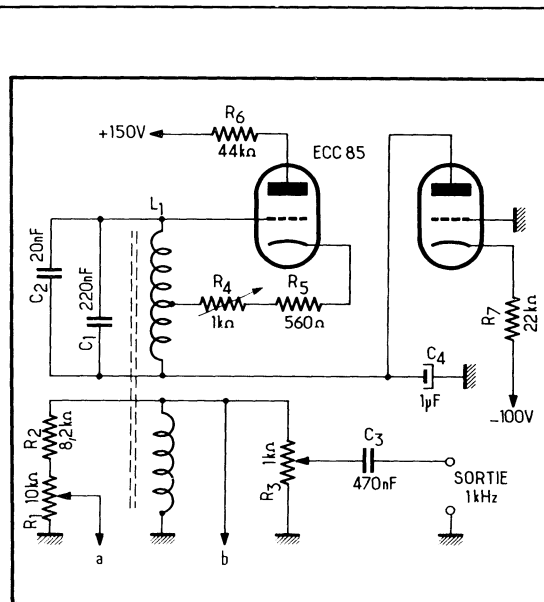

Fig. 6. — Oscillateur sinusoïdal 1 kHz, utilisé pour la modulation AM ou FM. Le signal est prélevé sur un enroulement du transformateur-
**La profondeur de modulation s'est modifiée en AM.** — Vieillessement de certains composants. Retoucher  $R_1$  de la figure 6.
**Aucune modulation en position AM.** — Tube ECC 85 (fig. 6) défectueux ou défaillance de l'un des composants de cet étage.
Aucune modulation en position FM. — Voir les diodes « varicap »  $D_1 - D_4$  (fig. 3) ou, encore une fois, le tube ECC 85 (fig. 6).
Le remplacement du tube oscillateur B.F. (fig. 6) peut amener la modification de la tension de sortie, qui doit être de 1 V eff. Retoucher alors la résistance ajustable  $R_1$ .